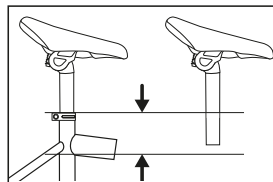

Fig. 3: Sadelhøjde / mindste indstiksybde
- ↳ Vær opmærksom på den rigtige sadelhøjde: Overhold ved indstilling af sadelhøjden altid sadelpindens mindste indstiksybde (se Fig. 3). Den mindste indstiksybde fremgår af en markering på sadelpinden.